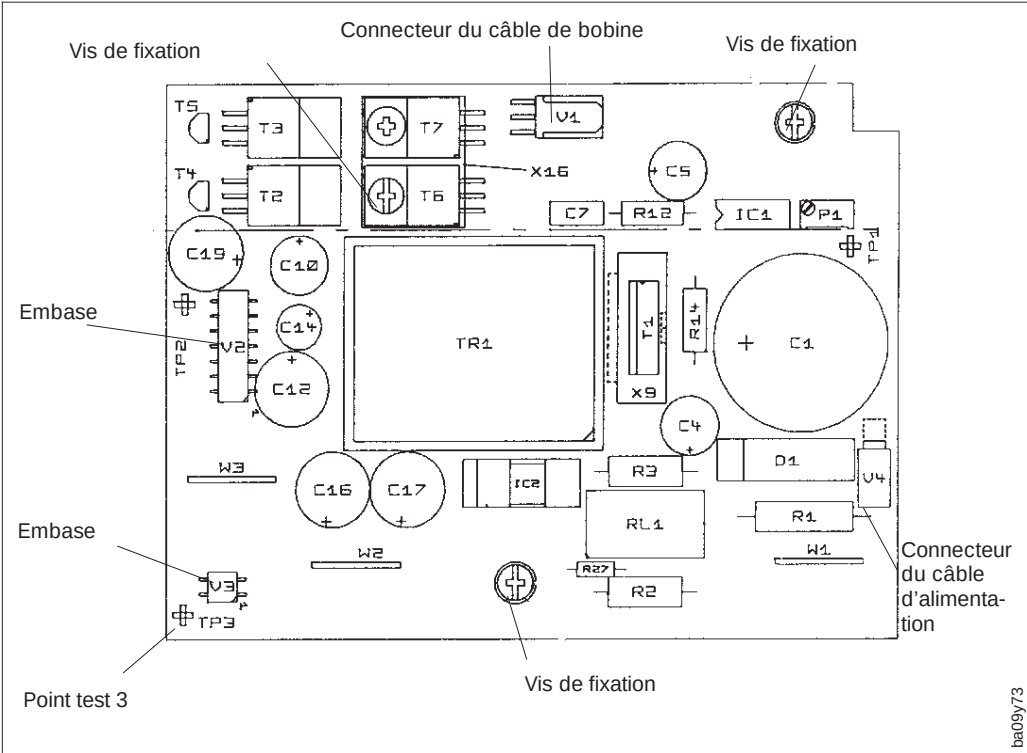

Fig. 47
4. Déconnecter le câble d'alimentation à deux broches en appuyant simultanément sur le verrouillage de la platine d'alimentation (figure 47).
7. Déconnecter de la platine d'alimentation le câble de bobine (figure 47).